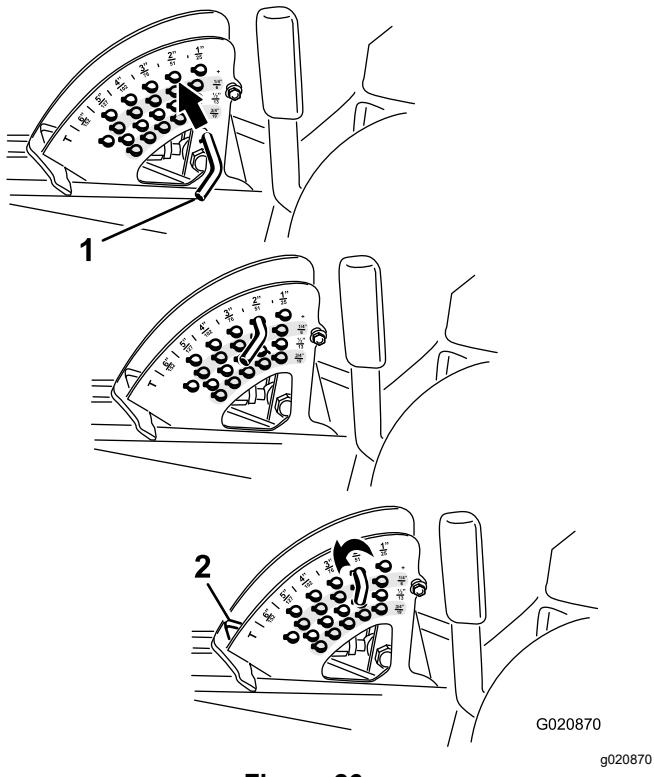

Figure 26
- Tournez la goupille de butée jusqu'à ce que la goupille cylindrique située à l'intérieur soit en face des trous du support de hauteur de coupe et retirez-la (Figure 26).
- Placez la goupille dans le trou du support correspondant à la hauteur de coupe voulue et tournez-la pour la verrouiller en place (Figure 26).
**Remarque:** Il y a 4 rangées de trous (Figure 26). La première rangée donne la hauteur de coupe indiquée au-dessus de la goupille. La deuxième rangée donne la hauteur indiquée plus 6 mm (0,25 po). La troisième rangée donne la hauteur indiquée plus 12 mm (0,5 po). La dernière rangée donne la hauteur indiquée plus 18 mm (0,75 po). Un seul trou, situé dans la deuxième rangée, correspond à la hauteur de